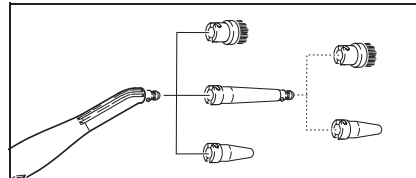

Abb. 8
- Die Punktstrahldüse (D1) kann auch mit der Verlängerung (D2), der Rundbürste (D3) oder der Powerdüse (D4) verwendet werden (siehe Abb. 8).